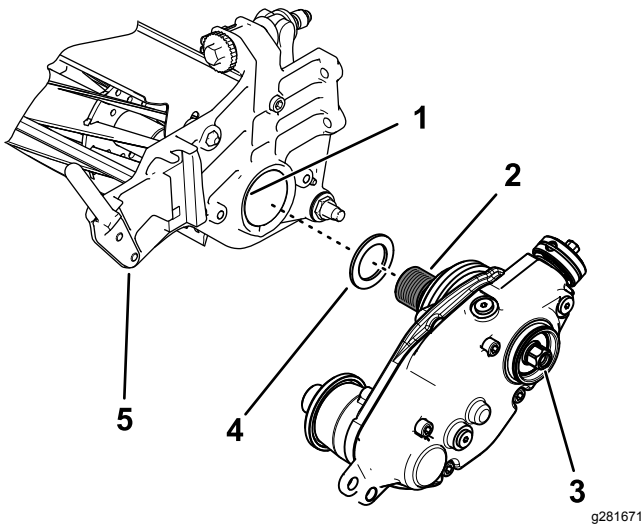

图 7
2. 将填隙垫圈安装到滚刀适配器的螺纹上图 7。
4. 将疏草刀驱动箱添加到滚刀轴上 图 7。
6. 在固定滚刀的同时上紧驱动箱轴六角头的扭矩至 135150N·m 请参阅 图 7。